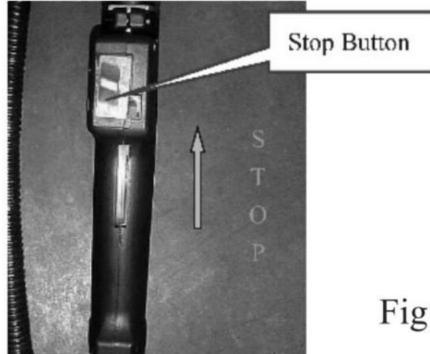

Fig 5
7.2 Trek de stopknop naar de positie van vlamuit. Zie de positie van Stop Knop in Afb.5.